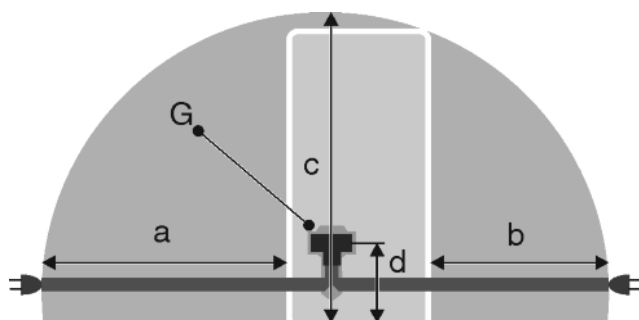

Fig. 26
- Kontaktakša neatrodas ierīces mugurpuses zonā dotajā zonā Fig. 26 (a, b, c).
- ▶ Ievietojiet ierīces kontaktakšu Fig. 26 (G) ierīces mugurpusē. Ievērojiet pareizo nofiksēšanos.